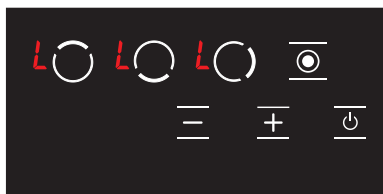

Рисунок 16
3. Блокировка от детей будет активирована, и все конфорки отображают значок **L**, чтобы указать, что блокировка от детей активна. (см. Рисунок 16) Если какая-либо из конфорок горячая, значки **L** и **H** будут показаны по очереди.